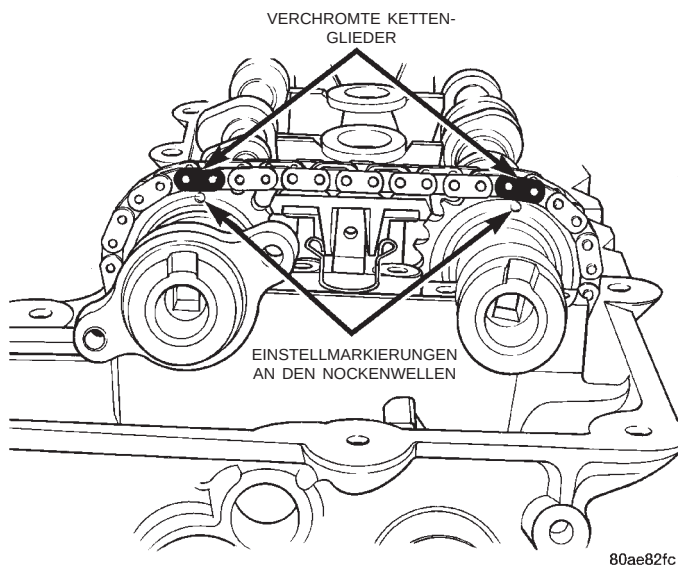

Abb. 40 Einstellmarkierungen für Steuerkette ausrichten
- (1) Steuerkette auf die Nockenwellenräder legen. Sicherstellen, daß die verchromten Kettenglieder nach vorn weisen. Die verchromten Kettenglieder müssen den Punkten auf den Nockenwellenrädern gegenüberliegen (Abb. 40).
- (4) Den vorgespannten und gesicherten Nockenwellen-Kettenspanner zwischen den Nockenwellen und innerhalb der Kette anordnen.
- (5) Nockenwellen so drehen, daß sich die verchromten Kettenglieder und Punkte in 12-Uhr-Stellung befinden (Abb. 40).
- (6) Nockenwellen in Zylinderkopf einbauen. Sicherstellen, daß die Kipphebel richtig angeordnet sind.
- (7) Nockenwellenlagerdeckel montieren. Sicherstellen, daß die Lagerdeckel am alten Einbauort montiert werden.